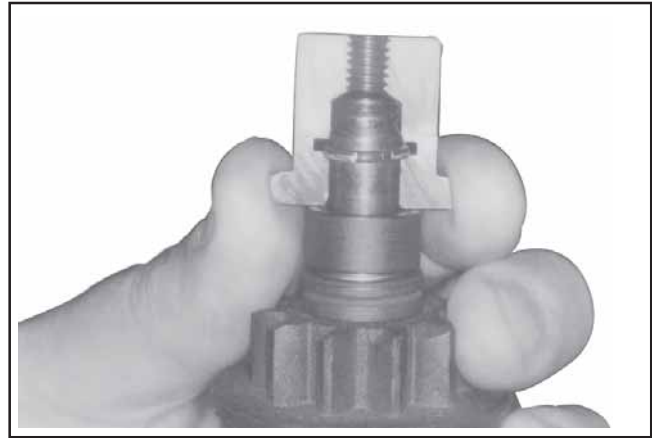

Figure 8-32. Montage des moitiés intérieures de l'outil autour de l'arbre de l'armature et bague de maintien.
4. Maintenir la fixation du ressort en position rétractée, assembler les moitiés intérieures de l'outil de dépose autour de l'arbre de l'armature avec la bague de maintien dans la gorge intérieure (voir la Figure 8-32). Glisser le collier sur les moitiés intérieures pour les maintenir dans cette position.